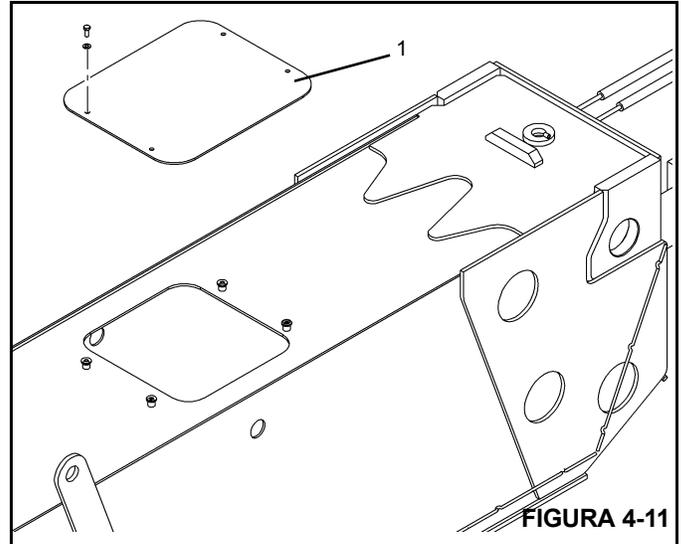

FIGURA 4-11
1. Remova a tampa de acesso (Figura 4-11, 1) na parte traseira superior da base da lança. Deslize o conjunto para fora da seção da base (Figura 4-12, 1) o suficiente para obter acesso às placas de desgaste ajustáveis superiores traseiras na seção intermediária interna (Figura 4-12, 2).